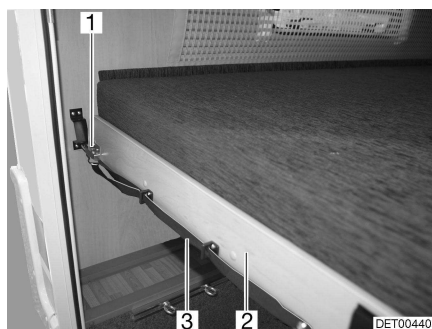

Fig. 52 Litera (parte trasera)
- Tirar del lazo (Fig. 52,3) y soltar el pestillo (Fig. 52,1).
- Tirar el somier (Fig. 52,2) junto con el colchón hacia delante hasta que engatille.